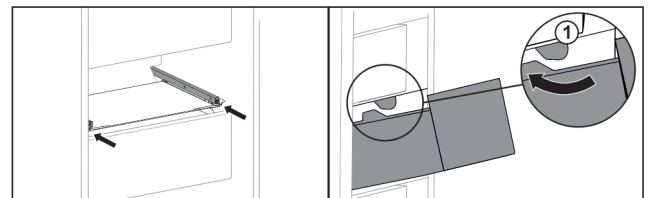

Fig. 125
- ▶ Schubfach um die Stopper Fig. 125 (1) herumführen.